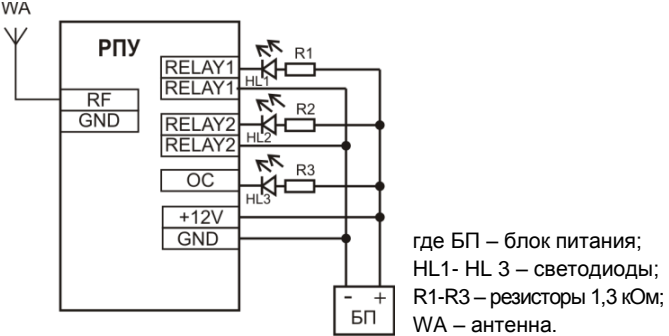

Рисунок 3
- 8.5.1 Подключить РПУ согласно схеме проверки (рисунок 3).